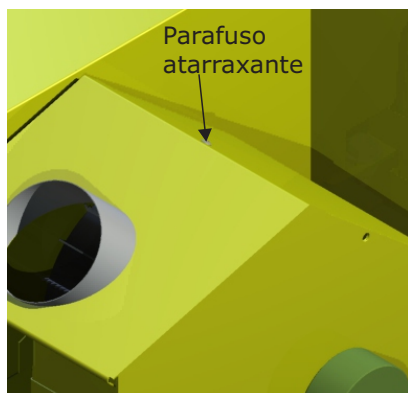

Figura 3
- Retire a tampa de proteção da capa do rolo ralador (13) soltando o parafuso atarraxante com auxílio de uma chave philips (figura 3).